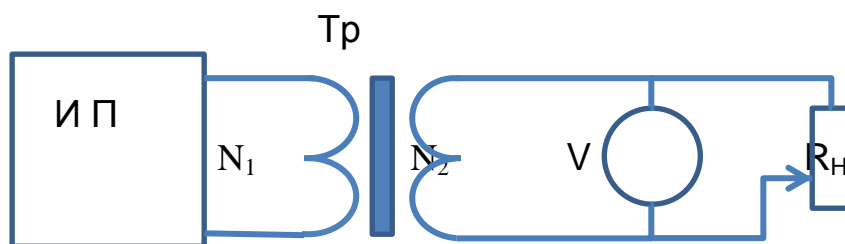

Рис. 5.
1. Собрать электрическую схему, показанную на рис. 5.